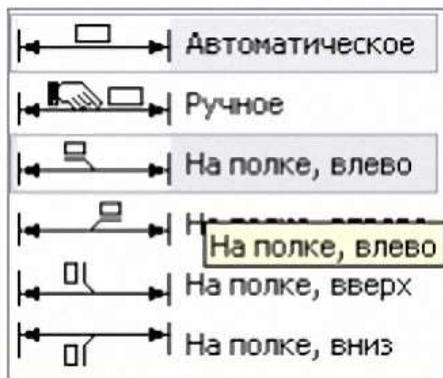

Рисунок 76. Панель свойств
- Из раскрывающегося списка **Размещение текста** выберите вариант **На полке, влево** (рис. 76).